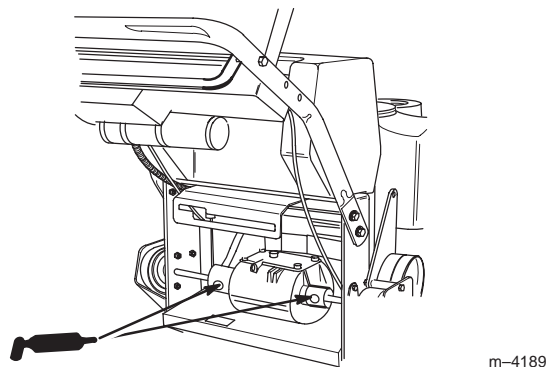

Figure 30
2. Lubrifiez les accouplements de la transmission (Fig. 30).